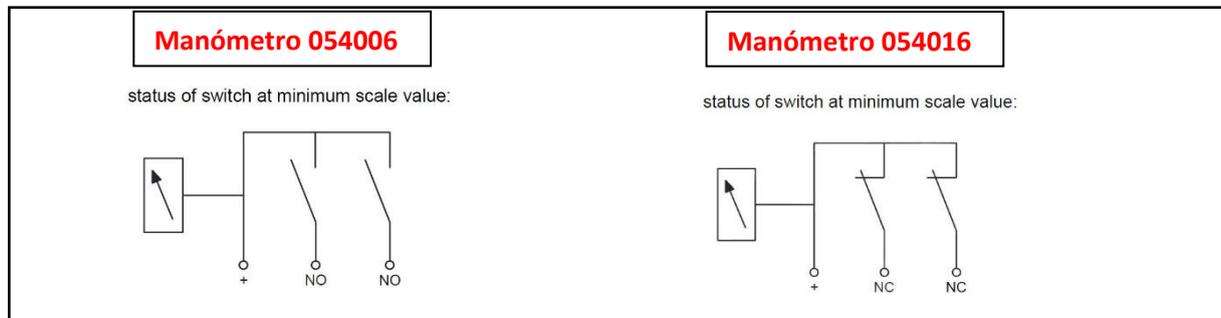

Fig. 46 - Estado de los contactos del manómetro
- Para abrir la válvula, retire el tornillo de seguridad (Fig. 46-A) y abra la válvula de bola girando la leva 90° en sentido contrario a las agujas del reloj.